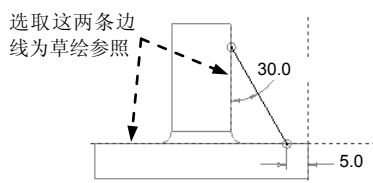

图 5.18.12 截面图形
Step4. 定义草绘参照。选择下拉菜单 **草绘(S)** → **特征(F)** 命令，系统弹出图 5.18.11 所示的“参照”对话框，选取图 5.18.12 所示的两条边线为草绘参照，单击 **关闭(C)** 按钮。
Step5. 绘制图 5.18.12 所示的筋特征截面图形。完成绘制后，单击“草绘完成”按钮。